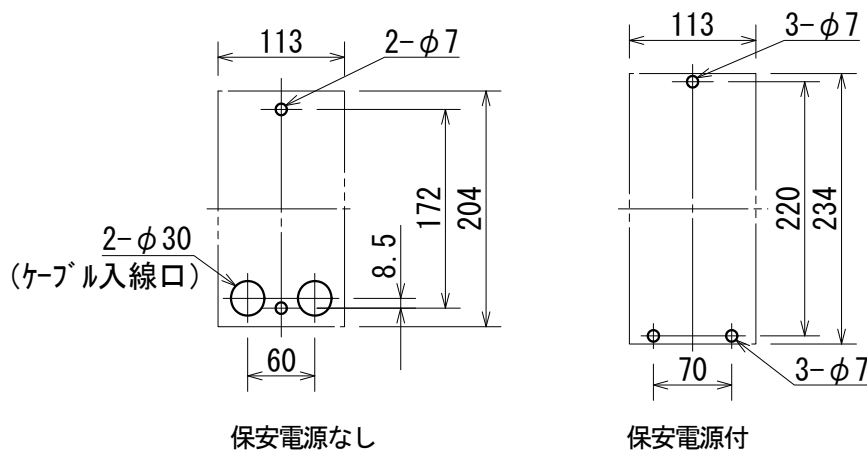

図4 壁掛式 取付穴寸法図
- ① 壁に取付穴を図4のようにあけてください。
- ② 保安電源付の場合は付属の取付板2枚を本体上下に取り付けてください。
- ③ 取付穴にアンカーを打ち込み、まず上側の穴にボルトを取り付けてください。
- ④ 本体の上側のダルマ穴にボルトを引っ掛け下側にボルトを取り付け、上下のボルトを締め付けてください。